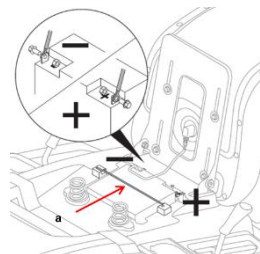

Fig.28
2. Deconectați mai întâi cablul NEGATIV (-) de la baterie. (Fig. 28)